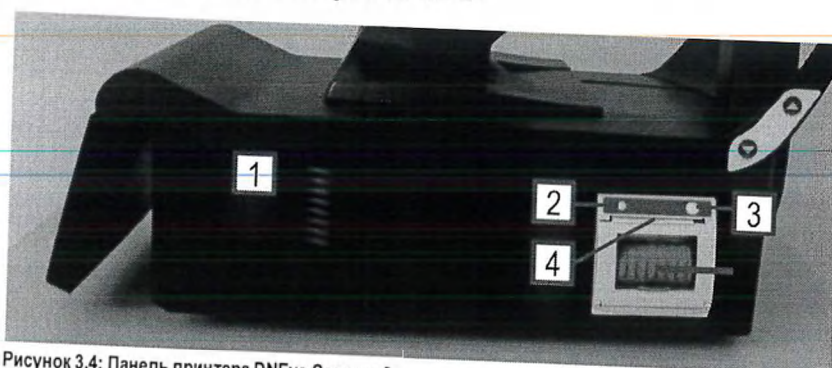

Рисунок 3.4: Панель принтера DNEye Scanner 2+
(1)	Вентиляционное отверстие
(2)	LED индикатор принтера, дисплей статуса принтера
(3)	Бумага для принтера - Кнопка управления подачей
(4)	Лоток для бумаги
(5)	Отделение для бумаги
Рисунок 3.4 графически изображает панель принтера DNEye Scanner 2+. LED индикатор принтера (2) показывает статус принтера. При выключенном индикаторе принтер выключен. Горящая лампа индикатора информирует, что принтер включен и готов к работе. Если LED индикатор мигает, значит произошла какая-то ошибка или в принтере закончилась бумага. Если вы хотите подключить внешний принтер, обратитесь в клиентский сервис Rodenstock.